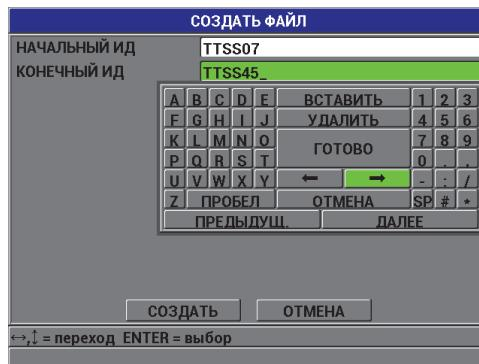

Рис. 7-4 Выбор диапазона ИД для последовательного типа файла
- На второй странице экрана **СОЗДАТЬ ФАЙЛ** (см. Рис. 7-4 на стр. 128) введите значения **НАЧАЛЬНОГО ИДа** и **КОНЕЧНОГО ИДа**.